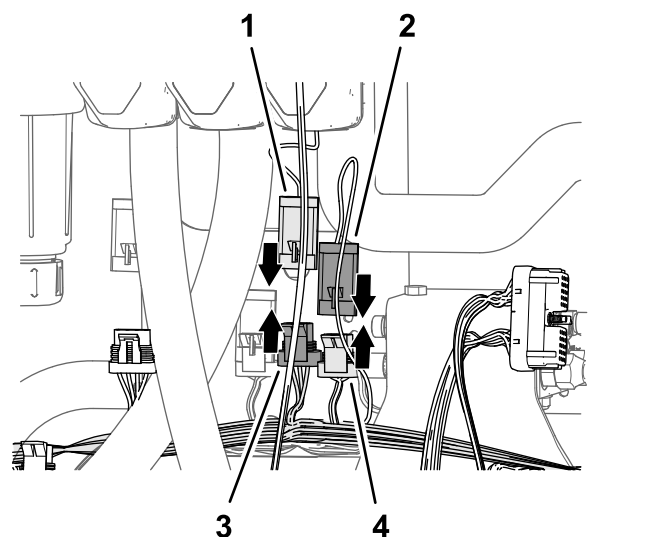

図 86
2. 89cm の枝線についている 3 ピンコネクタMASTER VALVEというラベルがついているものを車両のワイヤハーネスのMASTER SPRAY VALVEというラベルがついている 3 ソケットコネクタに接続する 図 86。
3. マスター散布バルブ用アクチュエータの 3 ピンコネクタを、89cm の枝線のMASTER VALVEというラベルの付いた 3 ソケットコネクタに接続する 図 86。